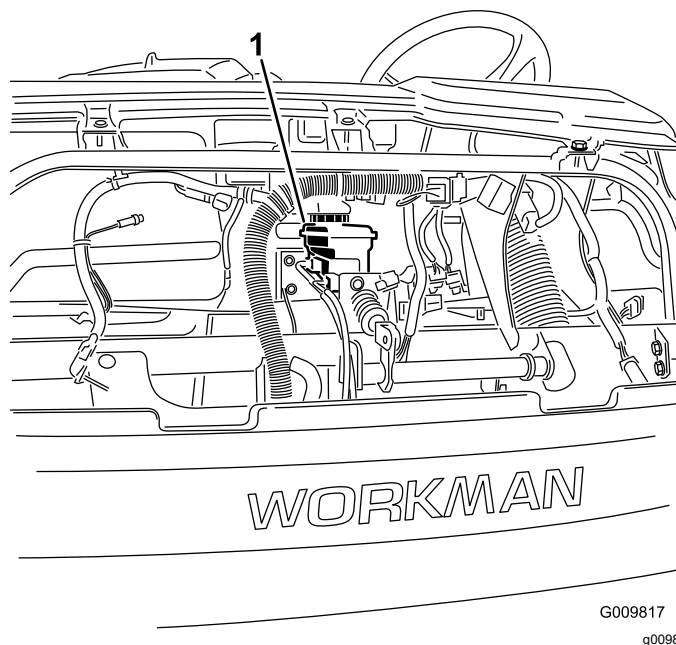

Figura 54
4. Levante el capó para acceder al cilindro del freno principal y al depósito (Figura 54).